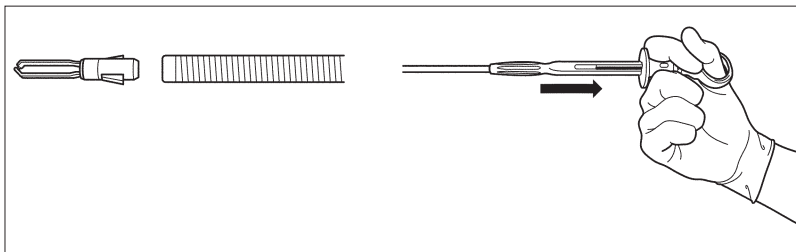

Рис. 3.12
6. Плавно подтяните ползунок вверх к кольцу большого пальца (жёлтому) для отсоединения закрытого клипса от спиральной (проволочной) оболочки (см. рис. 3.12).